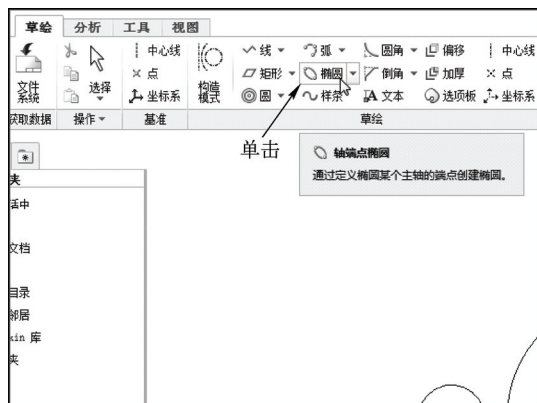

图 2-42 单击“轴端点椭圆”按钮
STEP 02 在功能区选项板的“草绘”选项卡中，单击“草绘”面板中的“轴端点椭圆”按钮，如图 2-42 所示。